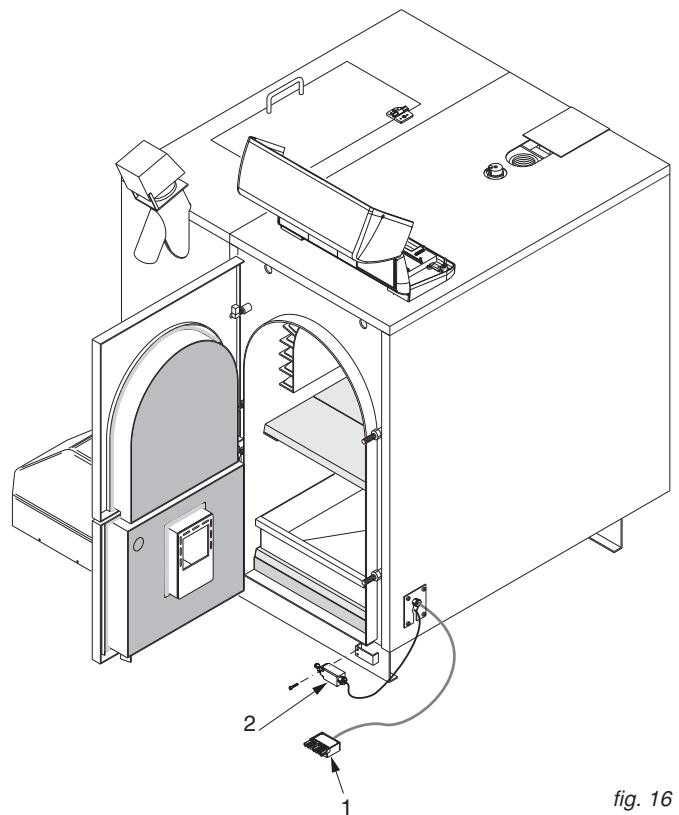

fig. 16
- Fissare il pannello pos. 2 al fianco mantello caldaia.
- Fissare il pannello pos. 6 al fianco mantello caldaia.
- Montare sul basamento il pannello laterale pos. 7 e fissarlo ai pannelli pos. 2 e 6 nonché al basamento stesso.
- Montare il pannello posteriore po. 8 facendo in modo che il profilo pos. B sormonti il pannello pos. 6.
- Appoggiare la griglia pos. 9 sopra il serbatoio.
- Agganciare il pannello superiore pos. 10 ai 2 fianchi del serbatoio.
- Montare il coperchio centrale pos. 11 con le due cerniere fornite e fissare la maniglia di apertura.
- Il pannello anteriore pos. 14 andrà montato una volta che saranno stati eseguiti i collegamenti elettrici di alimentazione del motore coclea e dei sensori di livello e di intasamento pellets (vedi testo relativo alla fig. 16).
Rif. fig. 16